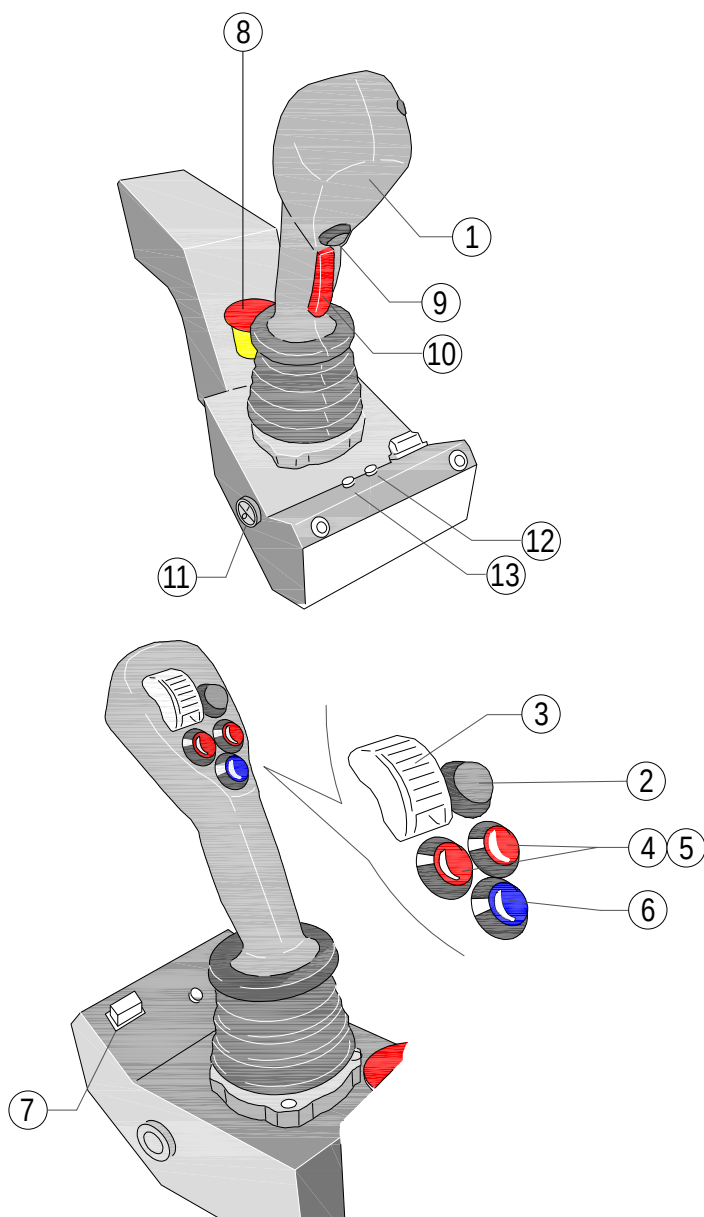

Fig. 52
- 1) Joystick ("Fig. 52");
- 2) Rotazione braccio ("Fig. 52");
- 3) FPR Inclinazione trincia ("Fig. 52");
- 4) e 5) Rotazione trincia ("Fig. 52");
- 6) Inclinazione trincia flottante ("Fig. 52");
- 7) Fusibile ("Fig. 52");
- 8) Fungo di emergenza ("Fig. 52");
- 9) Sfilo braccio ("Fig. 52");
- 10) Uomo presente ("Fig. 52");
- 11) Interruttore I/O accumulatore elettrico ("Fig. 52");
- 2) Arm turn ("Fig. 52");
- 3) Mulcher tilting FPR ("Fig. 52");
- 4) and 5) Mulcher rotation ("Fig. 52");
- 6) Floating Mulcher tilting ("Fig. 52");
- 7) Fuse ("Fig. 52");
- 8) Emergency button ("Fig. 52");
- 9) Arm slide out ("Fig. 52");
- 10) Dead man's switch ("Fig. 52");
- 11) I/O electric accumulator switch ("Fig. 52");
- 2) Tour de bras ("Fig. 52");
- 3) Broyeur inclinable FPR ("Fig. 52");
- 4) et 5) Rotation du broyeur ("Fig. 52");
- 6) Inclinasion flottante du Broyeur ("Fig. 52");
- 7) Fusible ("Fig. 52");
- 8) Bouton d'urgence ("Fig. 52");
- 9) Bras coulissant ("Fig. 52");
- 10) Interrupteur d'homme mort ("Fig. 52");
- 11) Commutateur d'accumulateur électrique I/O ("Fig. 52")
- 2) Armdrehung ("Fig. 52");
- 3) Mulcher-Kipp-FPR ("Fig. 52");